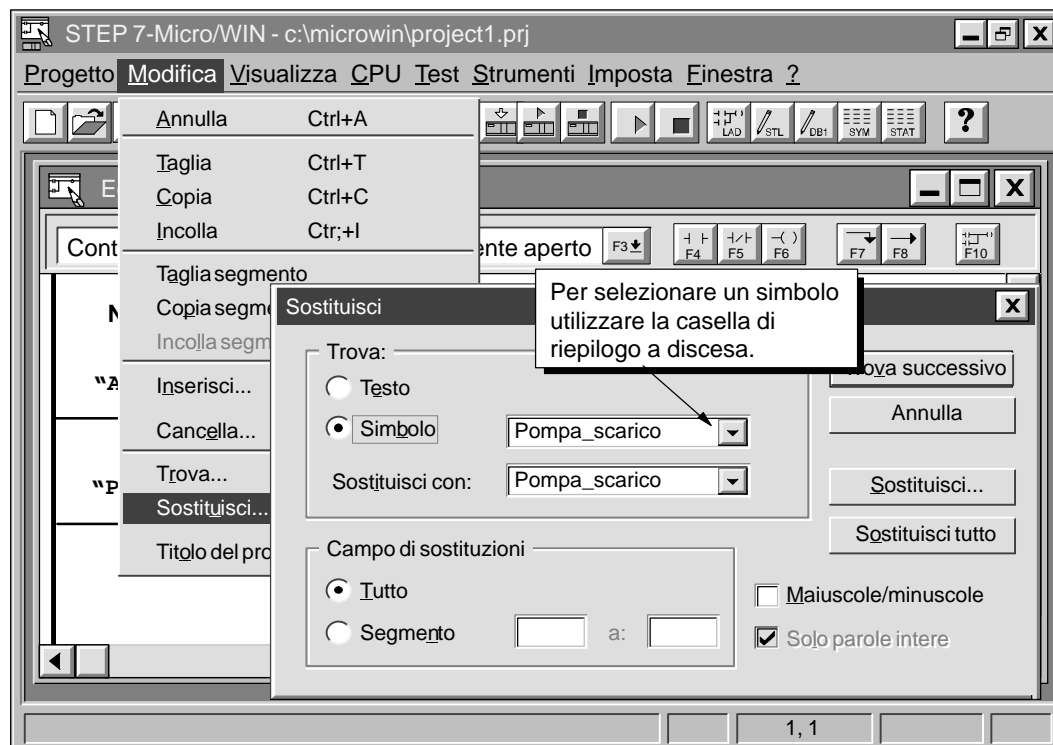

Figura 5-22 Finestra di dialogo Sostituisci
1. Selezionare **Modifica Sostituisci....** La figura 5-22 riporta la finestra di dialogo Sostituisci.